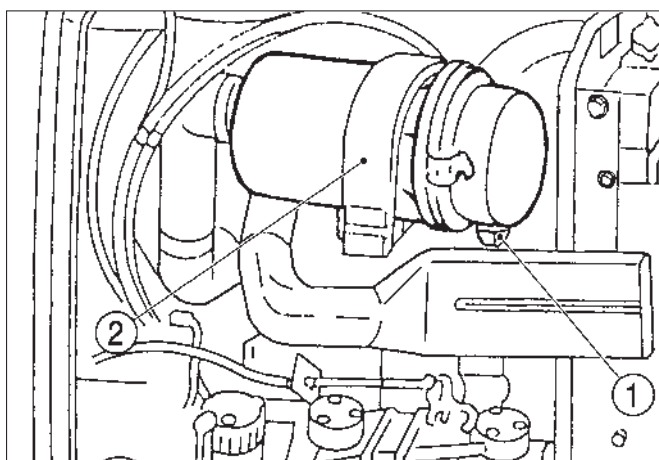

Fig. 85
FIG. 85: Le filtre à air du moteur est monté au-dessus du moteur. Pour y avoir accès, déposez le panneau latéral droit. Vous devez pincer quotidiennement l'éjecteur de poussière (1) pour l'ouvrir pour laisser sortir la poussière. Cela réduit le volume de poussière accumulée sur le filtre principal. Pour faire l'entretien du filtre principal, relâchez la sangle de fixation (2) du filtre à air et reculez le tube d'entrée du filtre à air pour le libérer des crochets de fixation, puis sortez en le tournant le filtre à air pour le nettoyer.